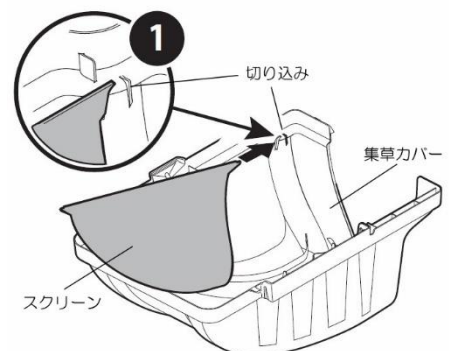

図9
1. 図9のように、スクリーンを集草カバーの切り込みに差し込みます。